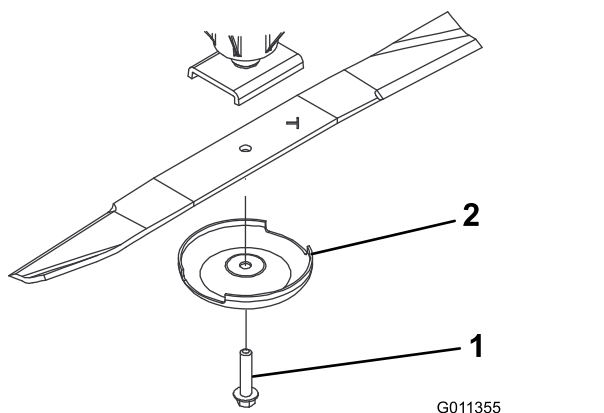

Figura 76
3. Retire del eje de la cuchilla el perno de la cuchilla, el protector de césped y la cuchilla (Figura 76).